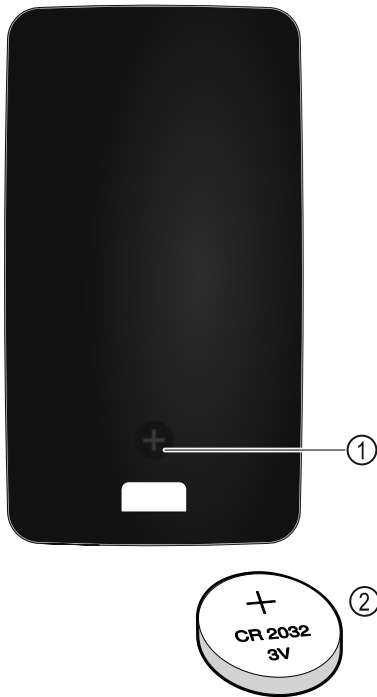

Fig. 151
L'alimentation électrique de la télécommande est assurée par une pile de type CR 2032 de 3 V Fig. 151 (2), disponible auprès des commerçants spécialisés.
- ▶ Dévisser la vis Fig. 151 (1) au dos de la télécommande.